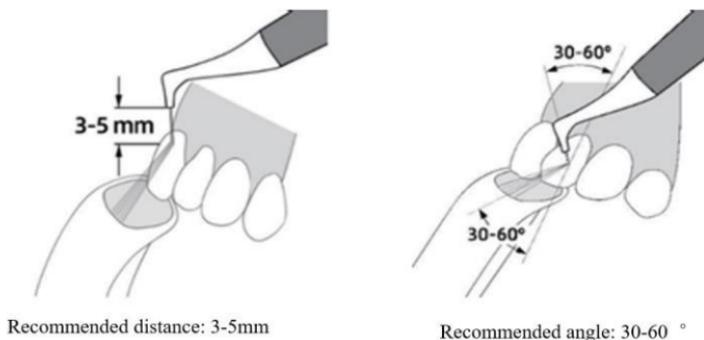

Fig. 5 Diagrama esquemático do jateamento abrasivo na gengiva
2.3.4.5 Faça com que o bocal fique alinhado com a superfície do dente. Recomenda-se que a saída do bocal mantenha uma distância de 3 a 5 mm da superfície do dente. Recomenda-se que a direção do polimento a ar e a superfície do dente apresentem um ângulo de 30° a 60°, conforme mostrado na fig. 5.